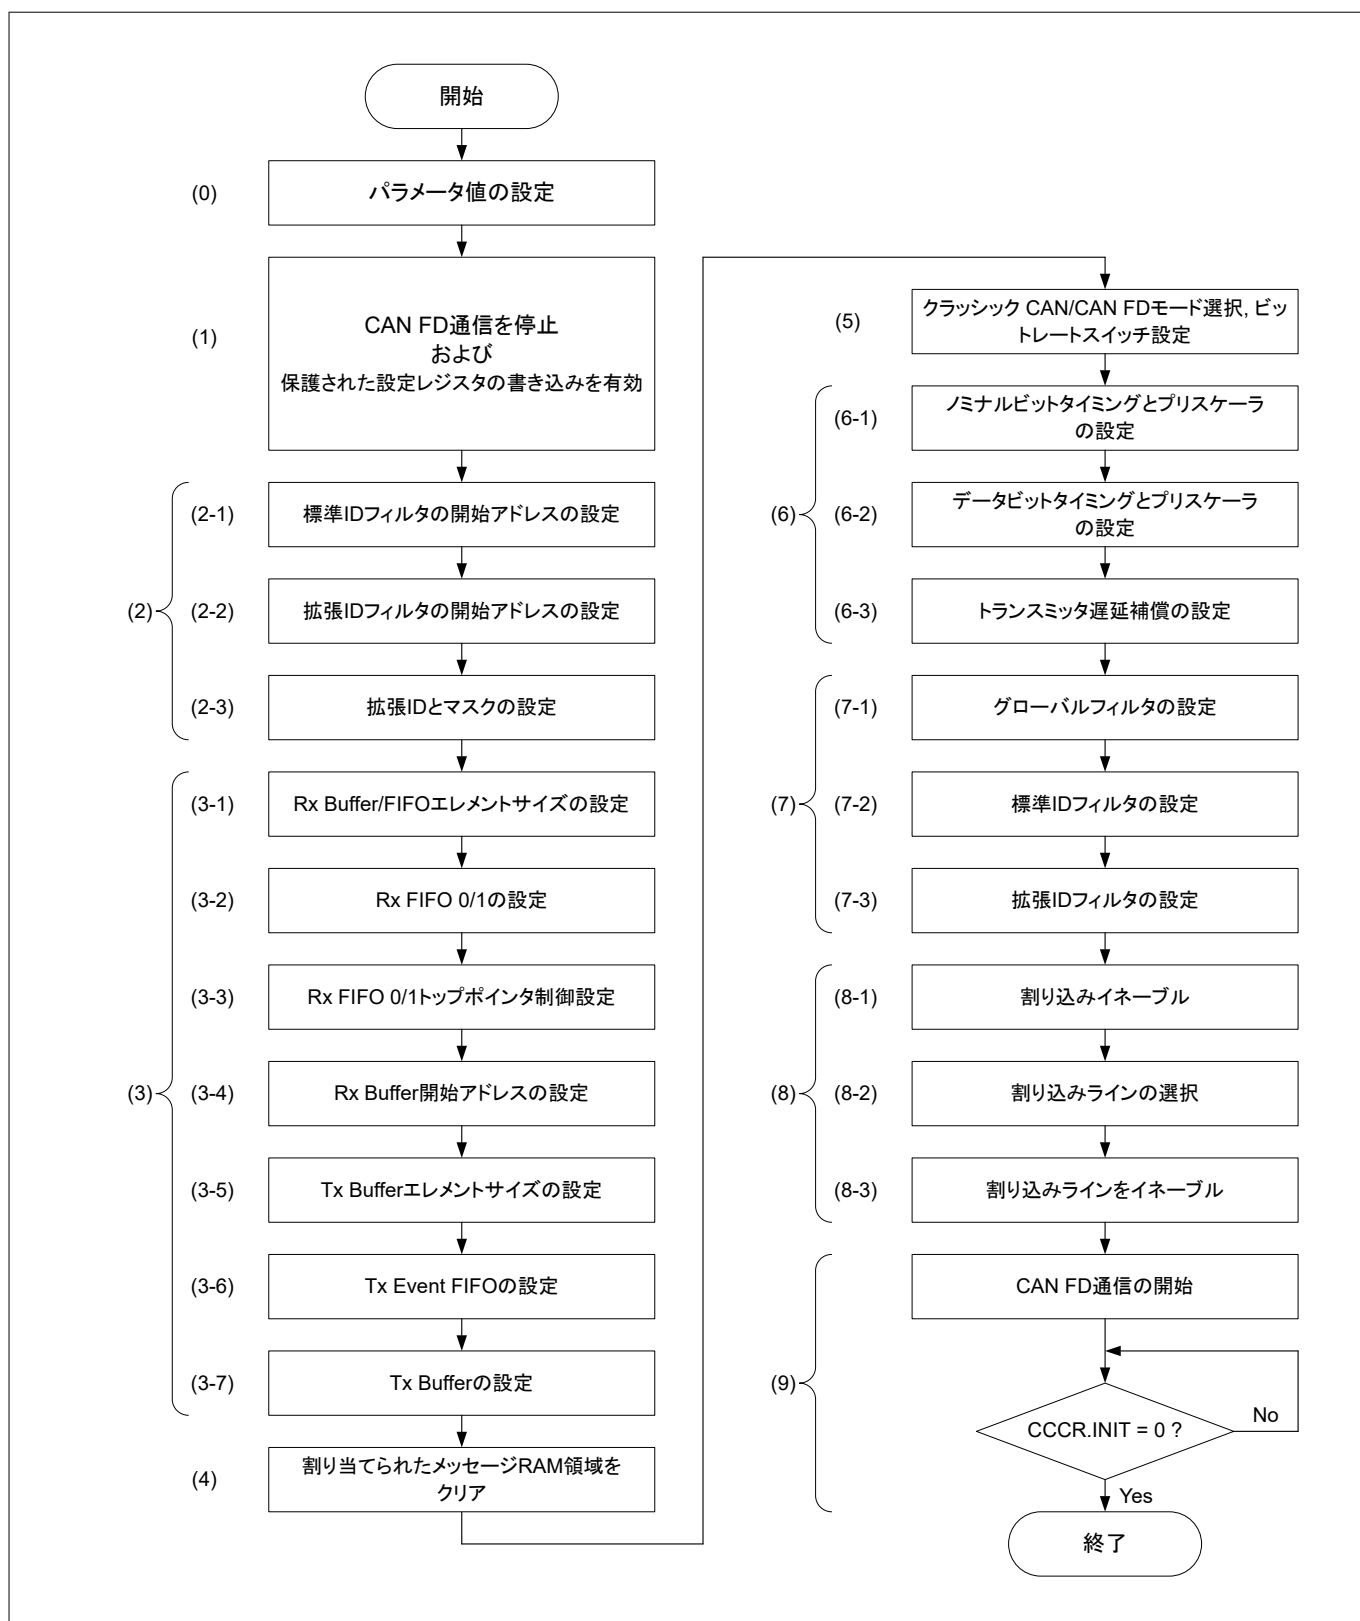

図 5 CAN FD 初期化フロー例
図 5 に、CAN FD コントローラを初期化するフローを示します。このフローでは、(0) が構成部で実行され、(1) から (9) がドライバ部で実行されます。
(0) システムに応じてパラメータ値を設定してください。
(1) 初期化レジスタ (CCCR.INIT) を "1" に設定して CAN FD 通信を停止してください。次に、コンフィグレーション変更イネーブルレジスタを (CCCR.CCE) を有効にし、書き込み保護された CAN FD コンフィグレーションレジスタへの書き込みアクセスを許可してください。
(2) 標準 ID フィルタ構成 (SIDFC) レジスタと拡張 ID フィルタ構成レジスタ (XIDFC) を使用して、メッセージ RAM のメッセージフィルタのエレメント数と開始アドレスオフセットを構成してください。拡張 ID メッセージの受け入れフィルタリングに使用されない ID ビットをマスキングするための拡張 ID およびマスク (XIDAM) レジスタを構成してください。
(3) Rx および Tx メッセージは、Rx FIFO 0 コンフィグレーションレジスタ (RXF0C) および Rx FIFO 1 コンフィグレーションレジスタ (RXF1C) を使用して、Rx FIFO のエレメント数とメッセージ RAM の開始アドレスオフセットを設定してください。Rx FIFO トップポイントは、RXFTOP_CTL レジスタ設定により有効または無効にします。